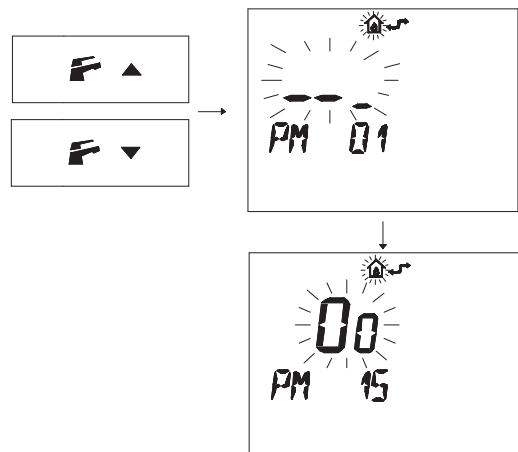

Fig. 5.51
- Premere i pulsanti **F** ▼ o **F** ▲ per visualizzare la programmazione "PM15" abilitazione della sonda esterna (Fig. 5.51)